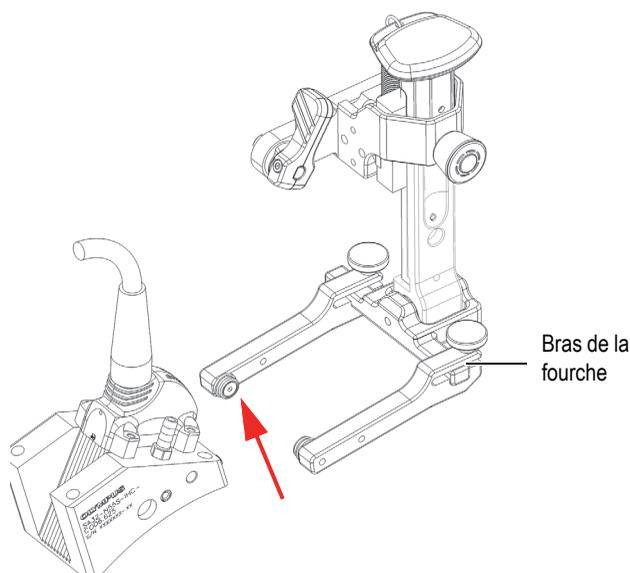

Figure 2-14 Alignement du trou du pivot du sabot avec le bouton du bras de la fourche
3. Pour réinstaller un assemblage sonde/sabot sur le support de sonde, alignez les trous du pivot du sabot avec le bouton du bras de la fourche qui n'est pas glissé vers l'extérieur (Figure 2-14 à la page 51).